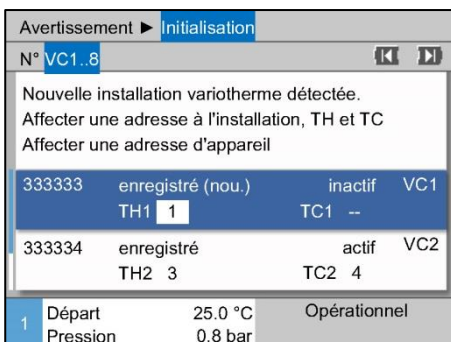

Fig. 21 : Affecter l'adresse TH
3. Appuyer sur la touche pour passer à l'adresse pour TH et affecter une adresse connectée. (→ Fig. 21 ex. affecter adresse 1 à TH1)